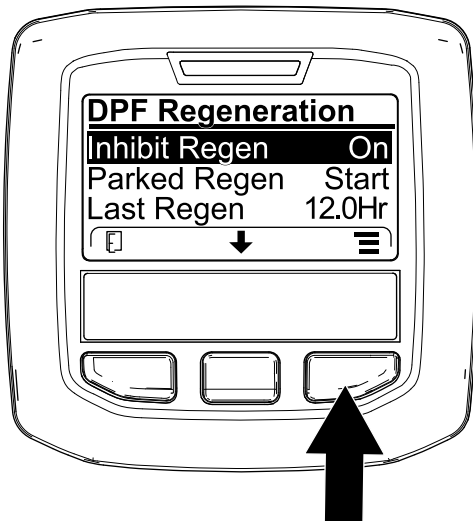
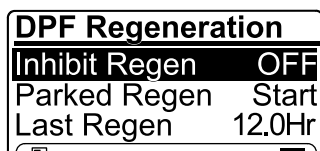

Figura 44
Figura 45
1. Accedete al menu DPF Regeneration, premete il pulsante centrale per scorrere il menu verso il basso fino all'opzione INHIBIT REGEN, quindi premete il pulsante destro per selezionare la voce Inhibit Regen (Figura 44).
2. Premete il pulsante destro per modificare l'impostazione dell'inibizione della rigenerazione da accensione a spegnimento (Figura 44) o da spegnimento ad accensione (Figura 45).